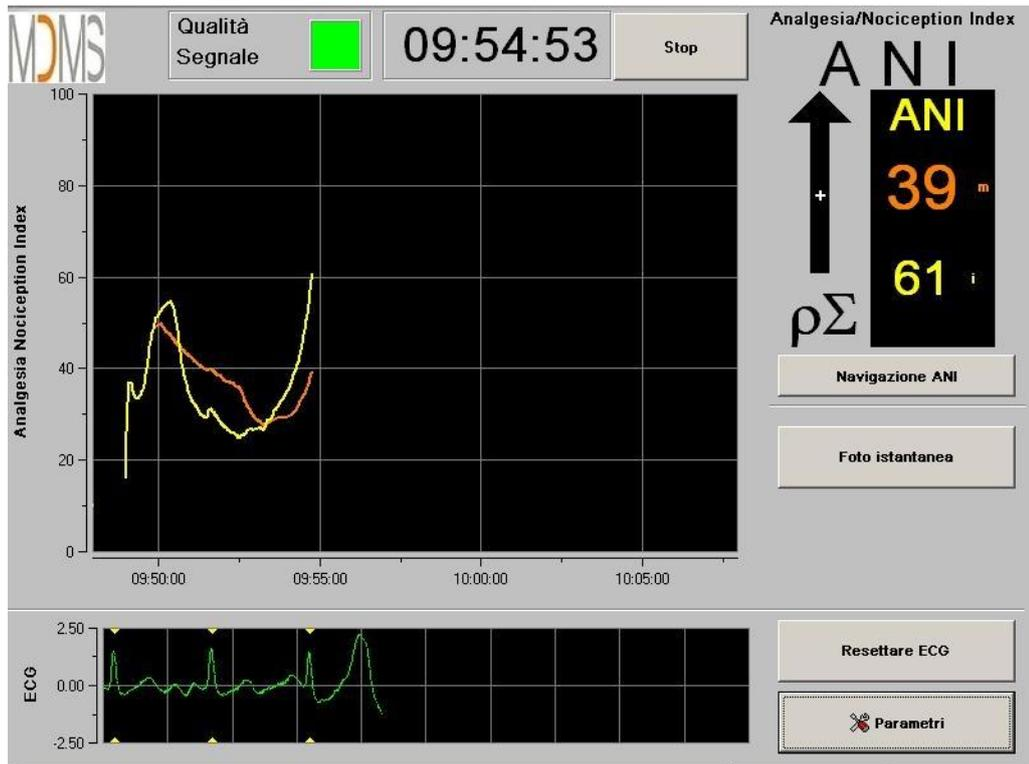

Figura 20
- **Modalità "Classico"**: nessun Indice Energy, nessun pattern respiratorio (figura 20)